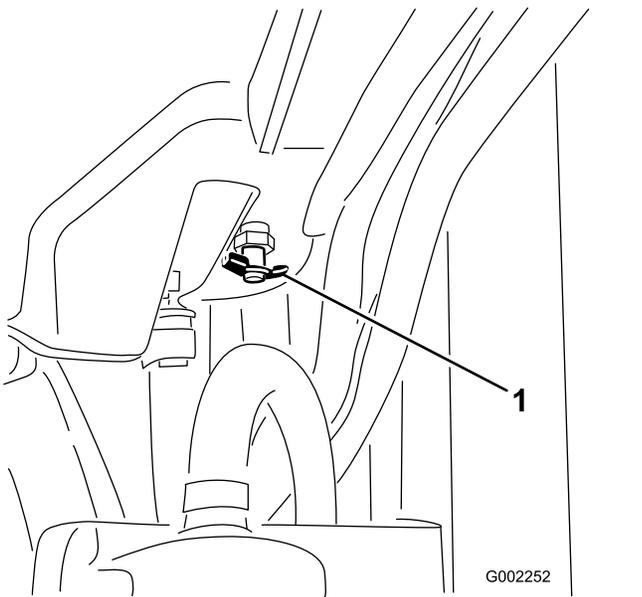

Figura 91
4. Abra a válvula de drenagem e deixe escorrer o líquido de arrefecimento para o recipiente (Figura 91).
5. Feche a válvula de drenagem (Figura 91).